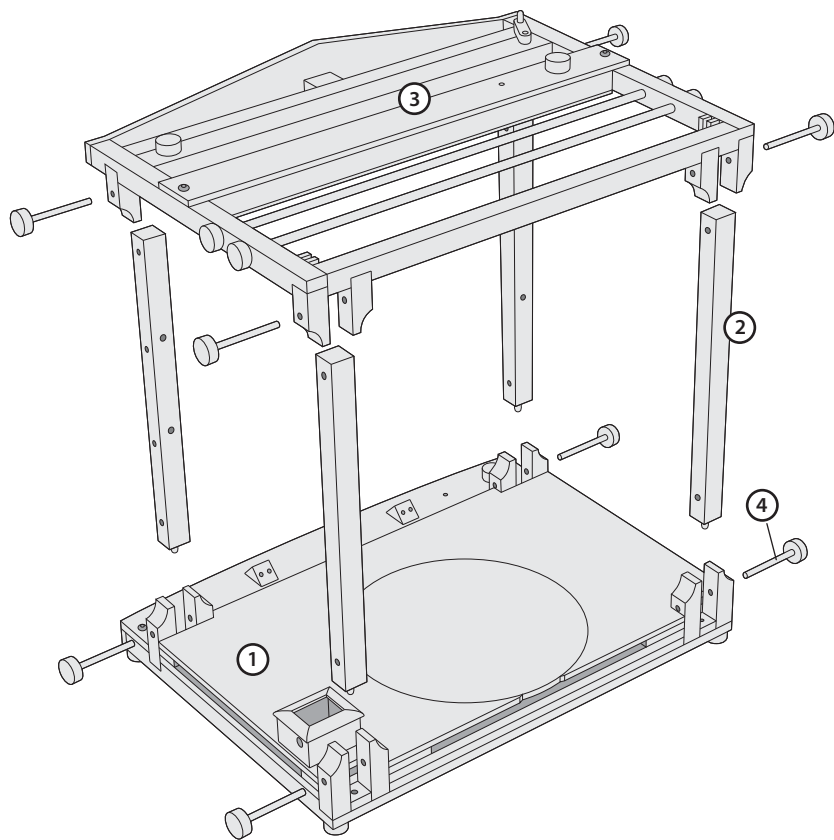

図 2
1. 舞台 (1) を、平らで安定した場所に置きます。
2. 柱 (2) の根元にあるマークの色に従い、柱を舞台に取り付けます。
3. 柱の上に舞台上部 (3) を置きます。
4. 図2のとおり、8本の留め具 (4) を指定の位置にさします。